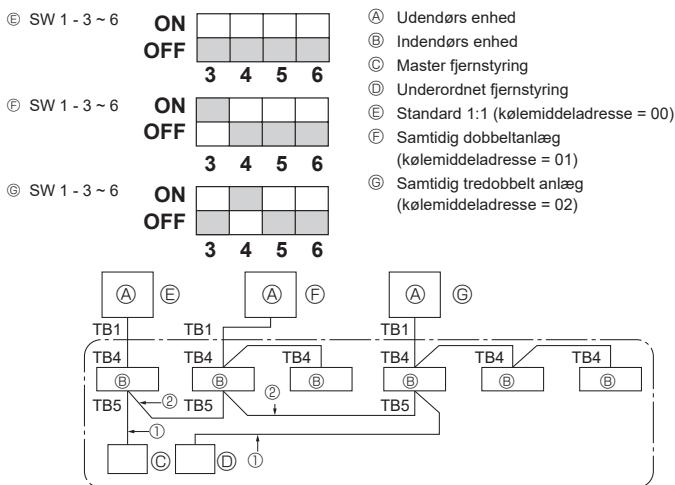

Fig. 9-1
① Tilslut strøm (hovedafbryder).
- ② Efter at væskestopventilen er lukket, sættes SWP-kontakten på kontrolpanelet på udendørs enheden til ON. Kompressoren (udendørs enhed) starter og opsamlingen af kølemidlet begynder. LED1 og LED2 på kontrolpanelet på udendørs enheden er tændt.
9. Systemkontrol (Fig. 9-1)